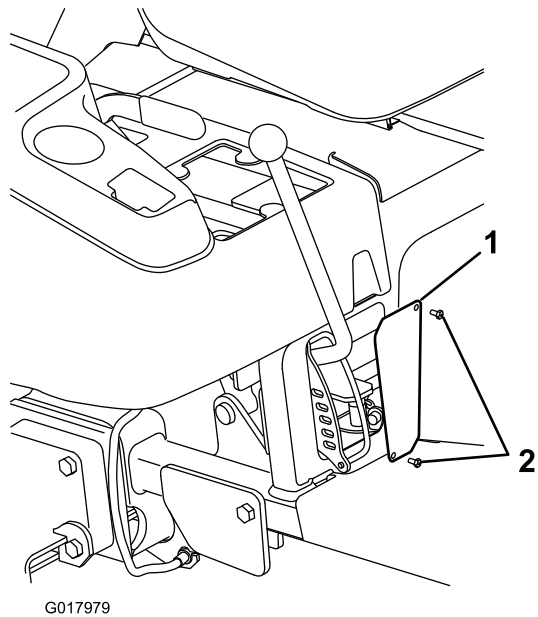

Figura 9
1. Instalai noul panou de sită în partea din **spate** a deschiderii cadrului cu 2 uruburi HWH (#10 x $\frac{1}{2}$ ") (Figura 9).